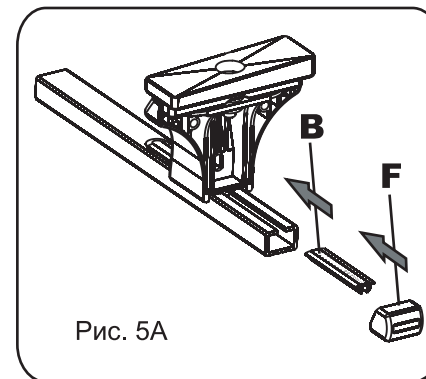

Рис. 5А
5. Теперь вставьте оставшуюся часть линейки (В) в паз поперечины багажника с внешней стороны опоры. А затем поставьте заглушку (F). См. рис. 5А, 5В